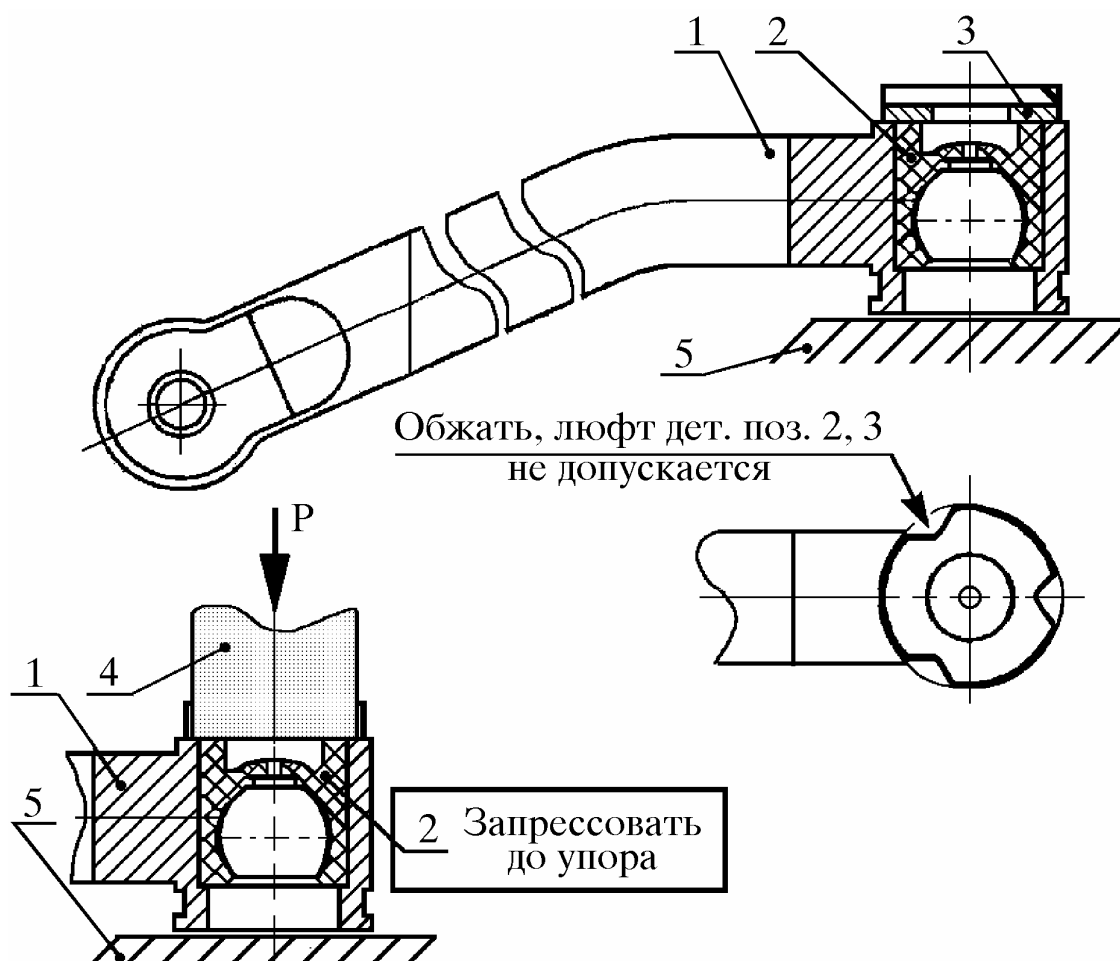

Рис. 12. Сборка тяги управления с вкладышем, дет. 3111-1703029СБ:
9.1.1. Установить тягу 1 (рис. 12) управления коробкой передач в приспособление 5 выточкой под упорную шайбу вверх